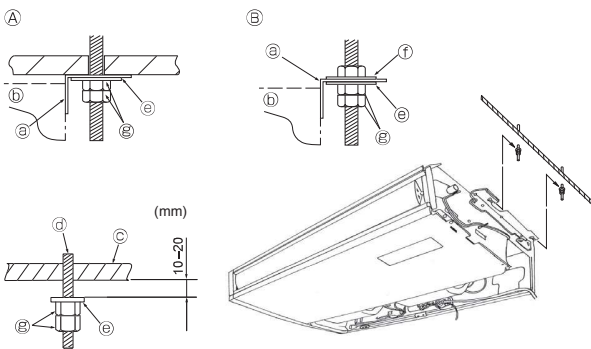

Fig. 3-5
**3.3. การติดตั้งเครื่องภายใน (Fig. 3-5)**